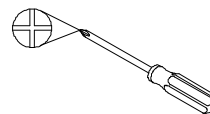

Fig.1
- (a) Coloque las cuatro ruedas en el panel inferior (B) usando (16) Tornillo de cabeza segmentada $\frac{1}{4}$ "x15mm (AA).
Nota: (D) es una rueda giratoria, (E) es una rueda giratoria con freno, (C) son ruedas fijas. Observe la Fig.1.